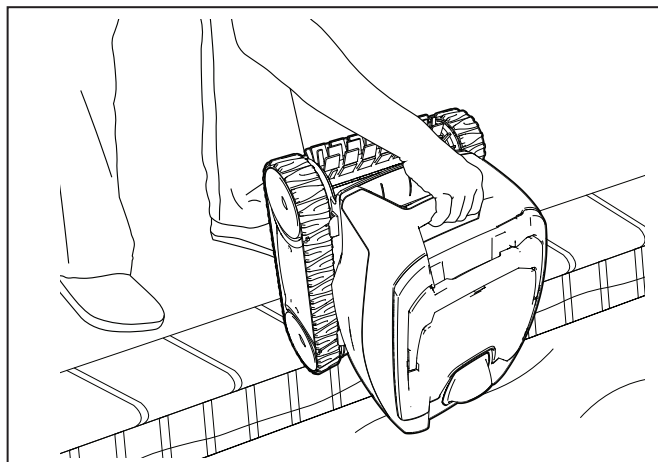

Figure 16. Elevar el limpiador de la piscina con la manija
1. Tire suavemente del cable flotante para traer el limpiador al alcance del brazo. Cuando el limpiador se encuentre al alcance del brazo, utilice la manija para retirarlo del agua (Figure 16). Nunca retire el limpiador de la piscina tomándolo del cable flotante.